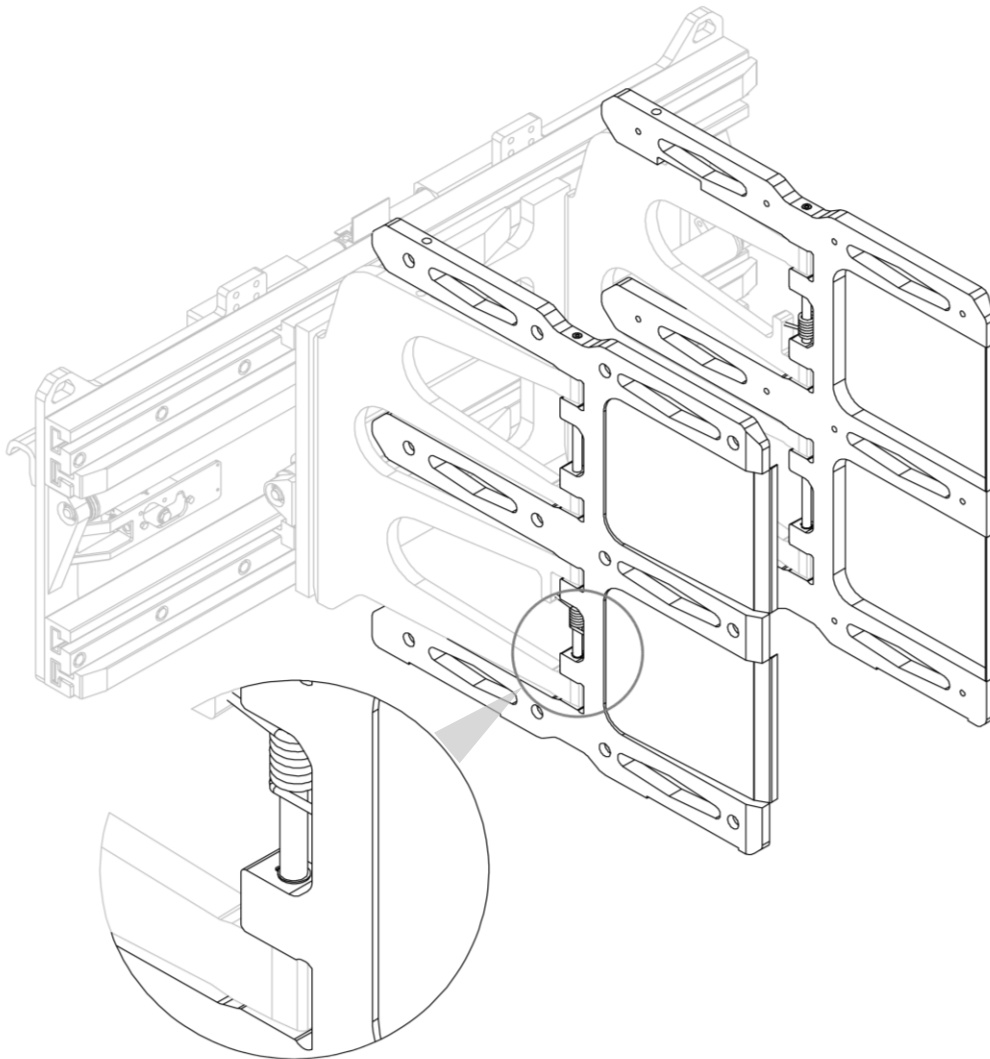
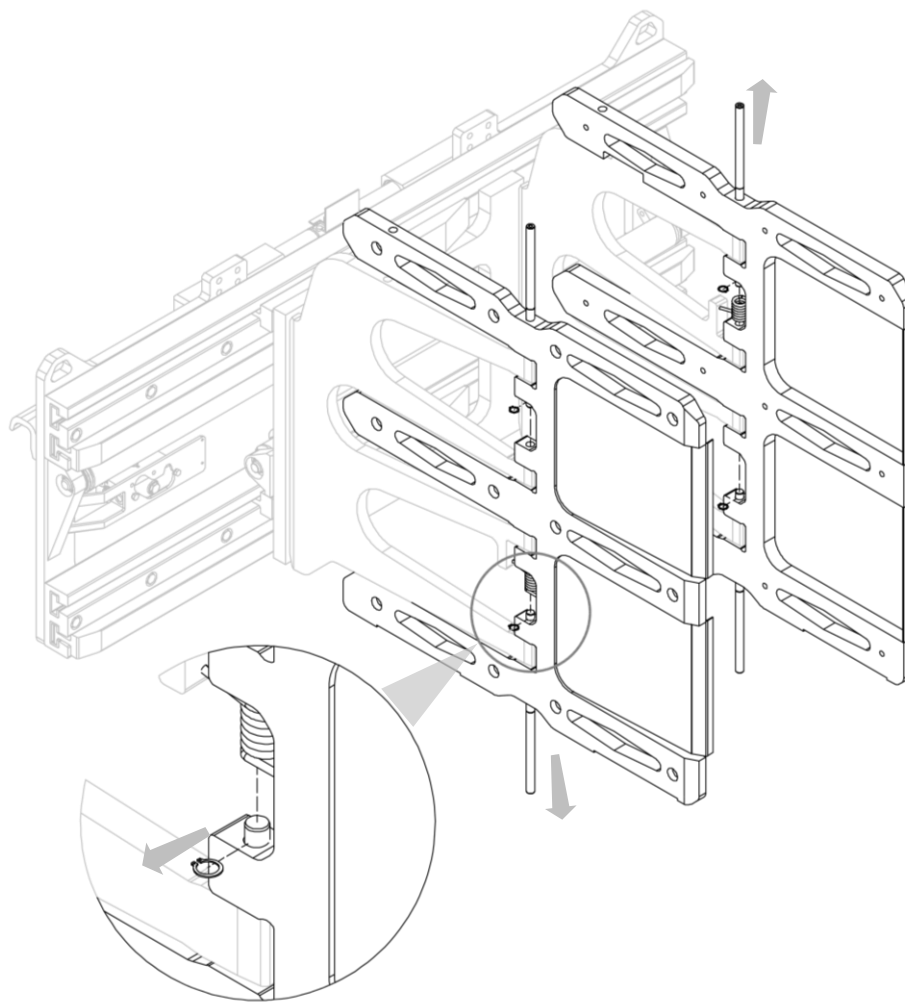

Figura 82
Figura 83
4. Prendere come riferimento la *Figura 82* e la *Figura 83*.